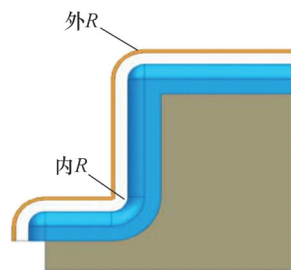

图4 R角示意
2) 产品 R 角（见图4）设计半径：外角建议 $R2.5$ ，内角 $R1$ ，端头三面相交处 R 角 $>R5$ 。